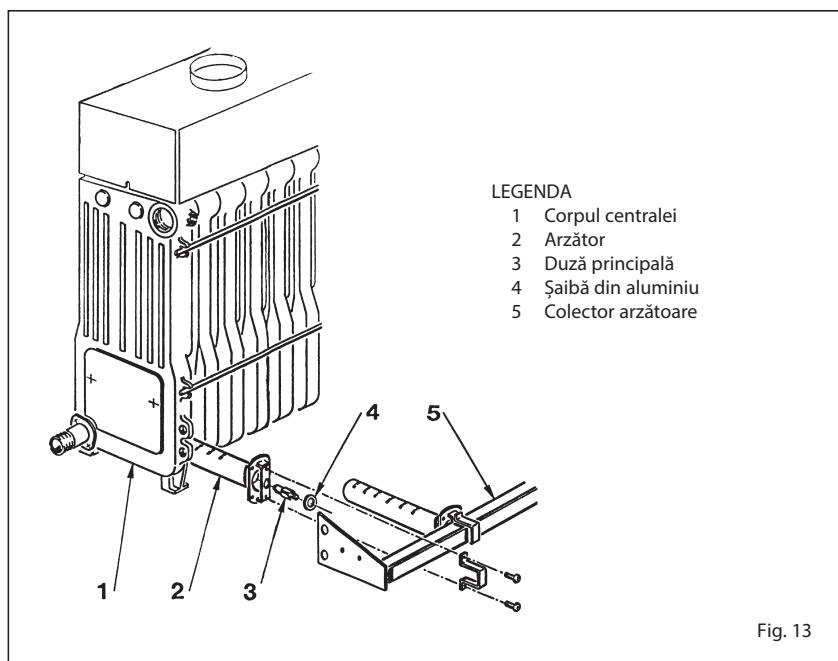

Fig. 13
- Înlăturați ușa (1) panoului fixată cu ajutorul știfturilor.
- Pentru a scoate capacul (3) desfaceți cele două șuruburi care îl fixează de camera de fum și ridicați-l.
- Scoateți panoul anterior superior (2) sprijinindu-l de camera de fum.
- Demontați panoul lateral stâng (4) desfăcând piulițele care îl fixează pe tiranți.
- Aceeași operațiune trebuie efectuată și pentru demontarea panoului lateral drept (5).
- Scoateți peretele intern (6) trăgându-l în față.
- Desfaceți piulițele care blochează peretele posterior (7) pentru a-l scoate din tiranți.
4.6 ÎNTREȚINERE (fig. 13)
- Scoateți arzătorul din colectorul port-duze și direcționați un jet de aer spre interiorul arzătoarelor pentru a îndepărta praful acumulat. Asigurați-vă ca în partea superioară cu orificii a arzătoarelor să nu existe depunerile de impurități (fig. 13).